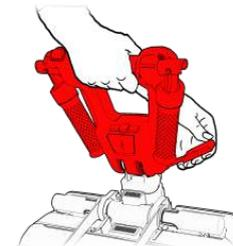

Figura 4
2. Rilasciare la leva di regolazione del manubrio (vedere la Figura 4, passaggio 1) e portare il manubrio in posizione verticale (vedere la Figura 4, passaggio 2), quindi riportare la leva nella posizione di fissaggio (vedere la Figura 4, passaggio 3).